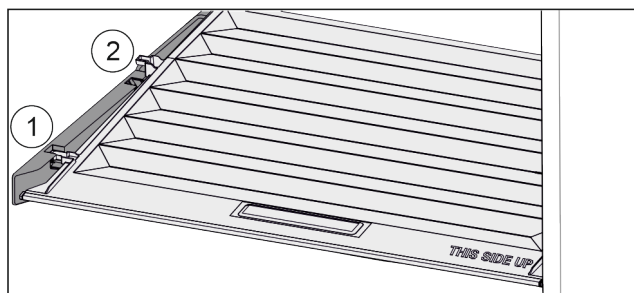

Fig. 58
- ▶ Pokrov povlecite naprej Fig. 58 (1) do odprtine v držalnih delih.
- ▶ Zadaj ga od spodaj dvignite in odstranite Fig. 58 (2) navzgor.